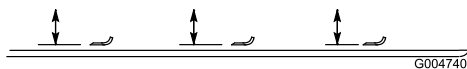

Bild 90
2. Drehen Sie die Schnittmesser, bis die Enden nach vorne und hinten zeigen (Bild 90). Messen Sie von der Innenseite des Mähwerks bis zur Schnittkante an der Vorderseite des Messers. Merken Sie sich dieses Maß.